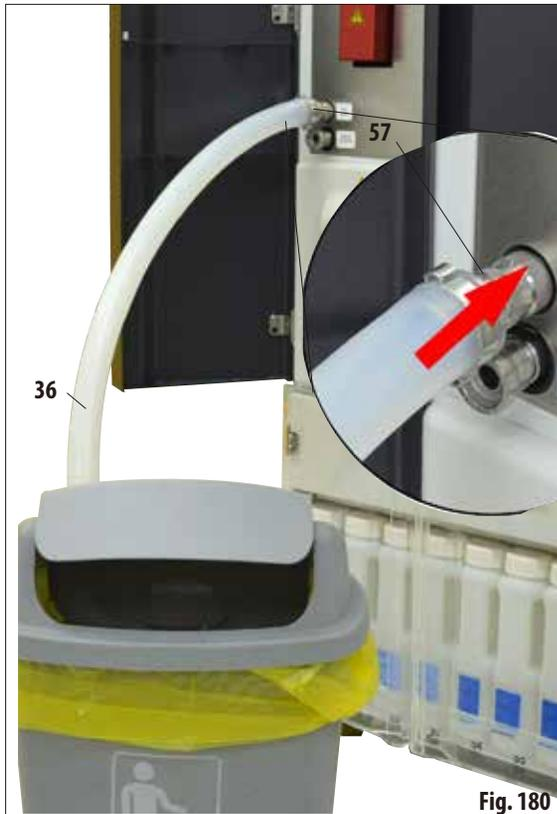

Fig. 180
- Brancher le conduit d'évacuation de la paraffine (36) sur le raccord (57) d'évacuation de la paraffine situé sur la face avant de l'instrument et placer l'autre extrémité dans un bidon de collecte (fig. 180).